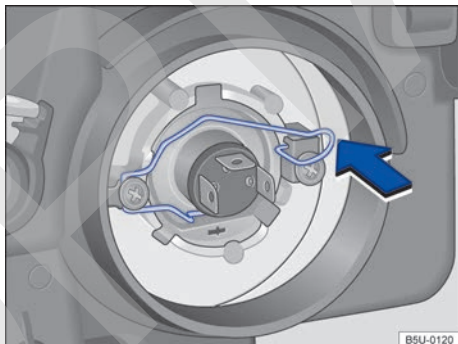

Fig. 168 Resorte de bloqueo de la lámpara incandescente del farol bajo/farol alto.
5. Comprimir el resorte de bloqueo en el sentido de la flecha ⇒ fig. 168 y desplazarlo, para desbloquear la lámpara.